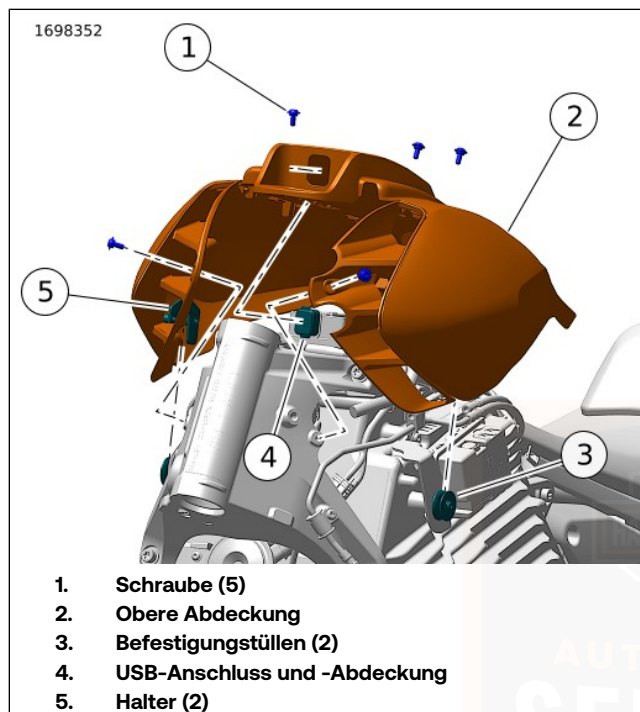

Abbildung 63. Obere Abdeckung
2. Siehe Abbildung 63. Die Schrauben (1) entfernen.
3. Die Hinterseite der oberen Abdeckung (2) gerade nach oben ziehen, um sie von den Befestigungstüllen (3) zu lösen.
4. Die USB -Abdeckung (4) durch die obere Abdeckung führen und die obere Abdeckung (2) abnehmen.
1. Siehe Abbildung 63. Die obere Abdeckung (2) positionieren und die USB -Abdeckung durch die obere Abdeckung führen.
2. Die obere Abdeckung (2) einbauen, um die Tüllen (3) in unterer Position hinten zu befestigen. Die Schrauben (1) anbringen. Festziehen.